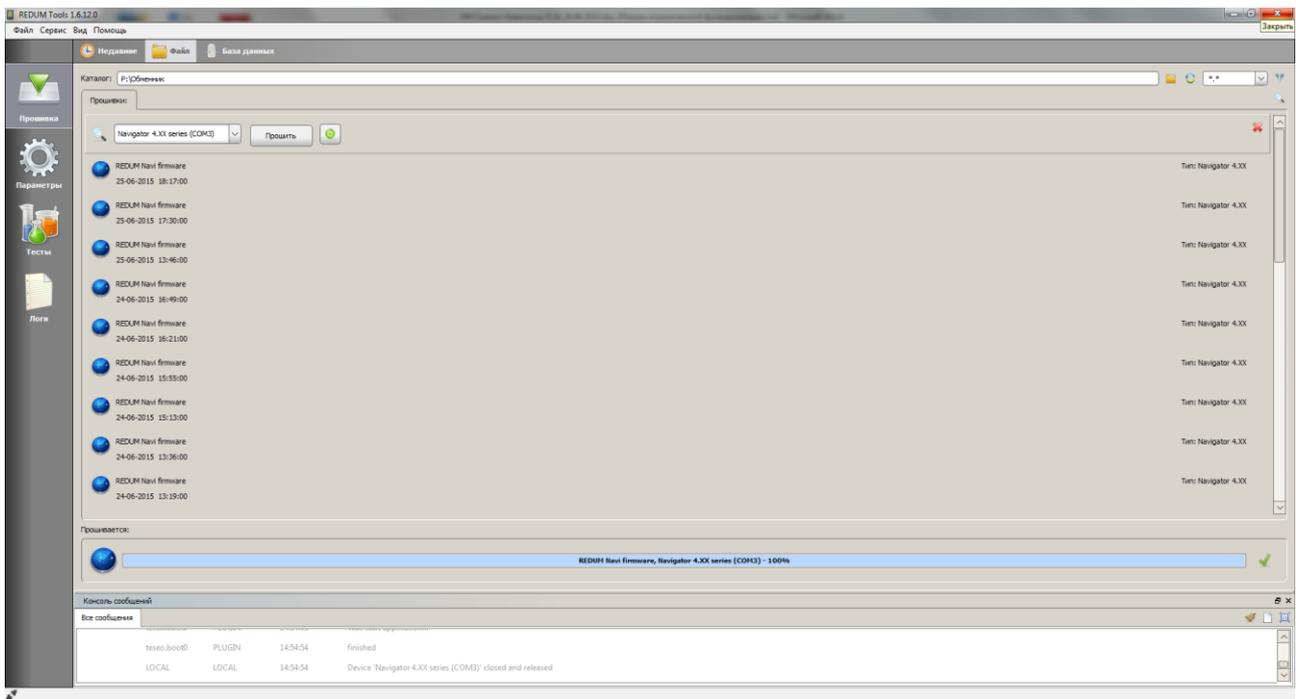

Рисунок 2 – Закладка «Прошивка»
- перейти на вкладку «Прошивка», рисунок 2.